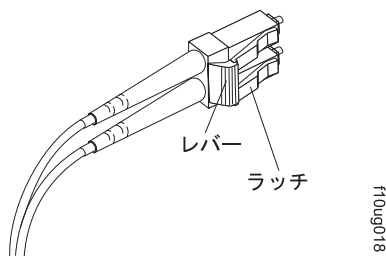

図 35. LC-LC ファイバー・チャネル・ケーブルのレバーおよびラッチ
1. 66 ページの図 35 に示すように、SFP モジュールまたはホスト・バス・アダプターに接続した LC-LC ケーブルの端のレバーを押し下げたまま、ラッチを解放します。